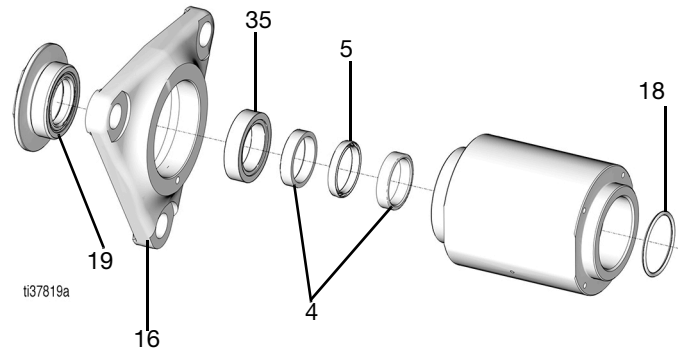

Рис. 17
19. Удалите адаптер выпускного корпуса (16) (Рис. 17).
20. Удалите распорную втулку (35), уплотнение горловины (5) и опорные кольца уплотнения горловины (4) (Рис. 17).
21. Удалите торцевое уплотнительное кольцо (18) (Рис. 17).